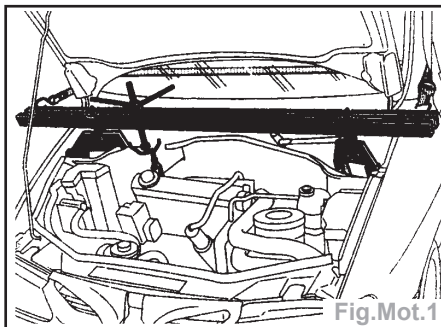

Fig.Mot.1
- Mettre en place le support moteur (Fig.Mot.1).